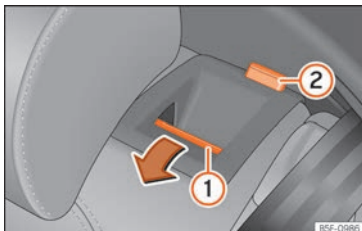

Abb. 151 In der Rückenlehne des Rücksitzes: Entriegelungstaste (1); rote Markierung (2)
- Entriegelungstaste »» **Abb. 151** (1) nach vorn ziehen und gleichzeitig die Rückenlehne umklappen. Die Rücksitzlehne ist entriegelt, wenn die rote Markierung des Tasters (2) sichtbar ist.